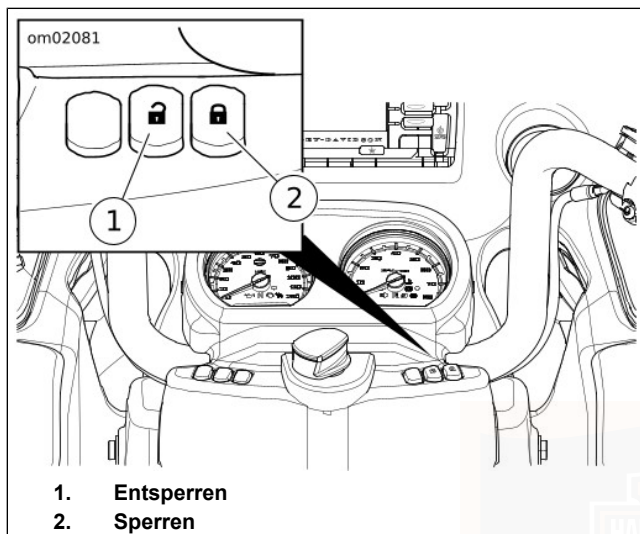

Abbildung 8. Zentralverriegelungsschalter
- c. **Zentralverriegelungsschalter:** Siehe Abbildung 8. Bei eingeschaltetem Motorrad den Verriegelungsschalter in der Verkleidungskappe drehen.
c. **Zentralverriegelungs-Freigabeschalter:** Siehe Abbildung 8. Bei eingeschaltetem Motorrad den Freigabeschalter in der Verkleidungskappe drücken.
Siehe Abbildung 8. Der Zentralverriegelungsschalter auf der Instrumententafel aktiviert die Zentralverriegelungen im Gabelschlossschalter, in den Satteltaschen und im Tour-Pak.